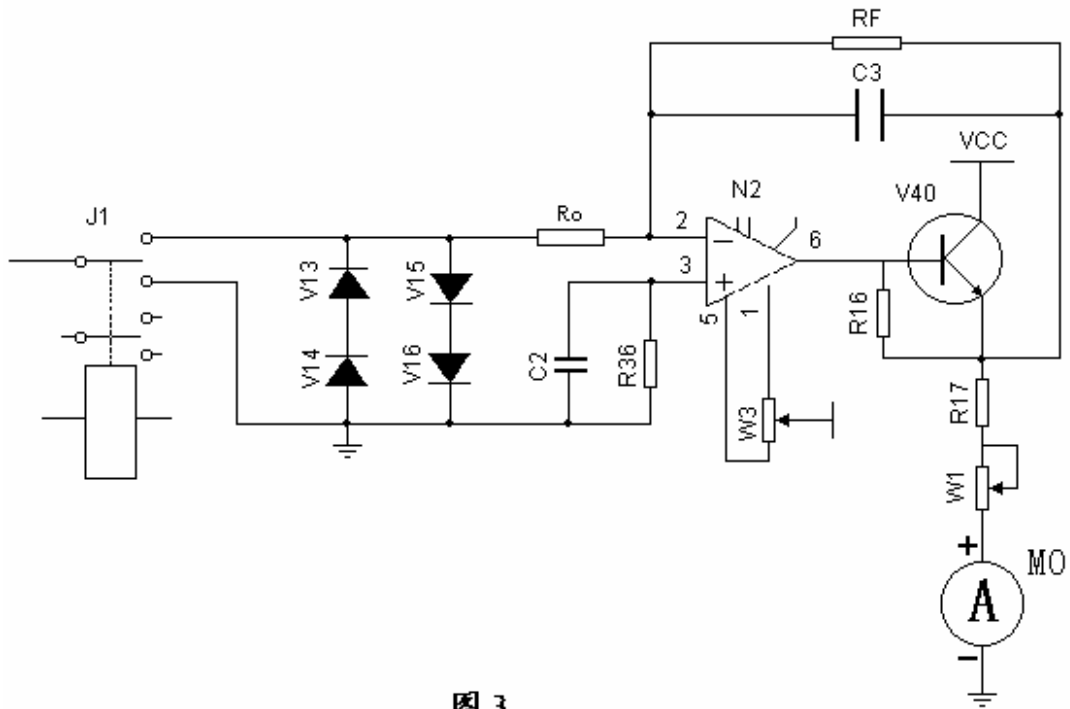

图3
- 1、测量放大器: 见图3, 由N2、V40、R₀、R_f组成100倍反相比例放大器. 由于有较深的负反馈, 漏电流表的读数有良好的线性和很小的零飘, 所以仪器面板不设置调零. 用户可在定期计量或检修时进行检查, 必要时调整仪器内的电位器W3、W1予以满足.